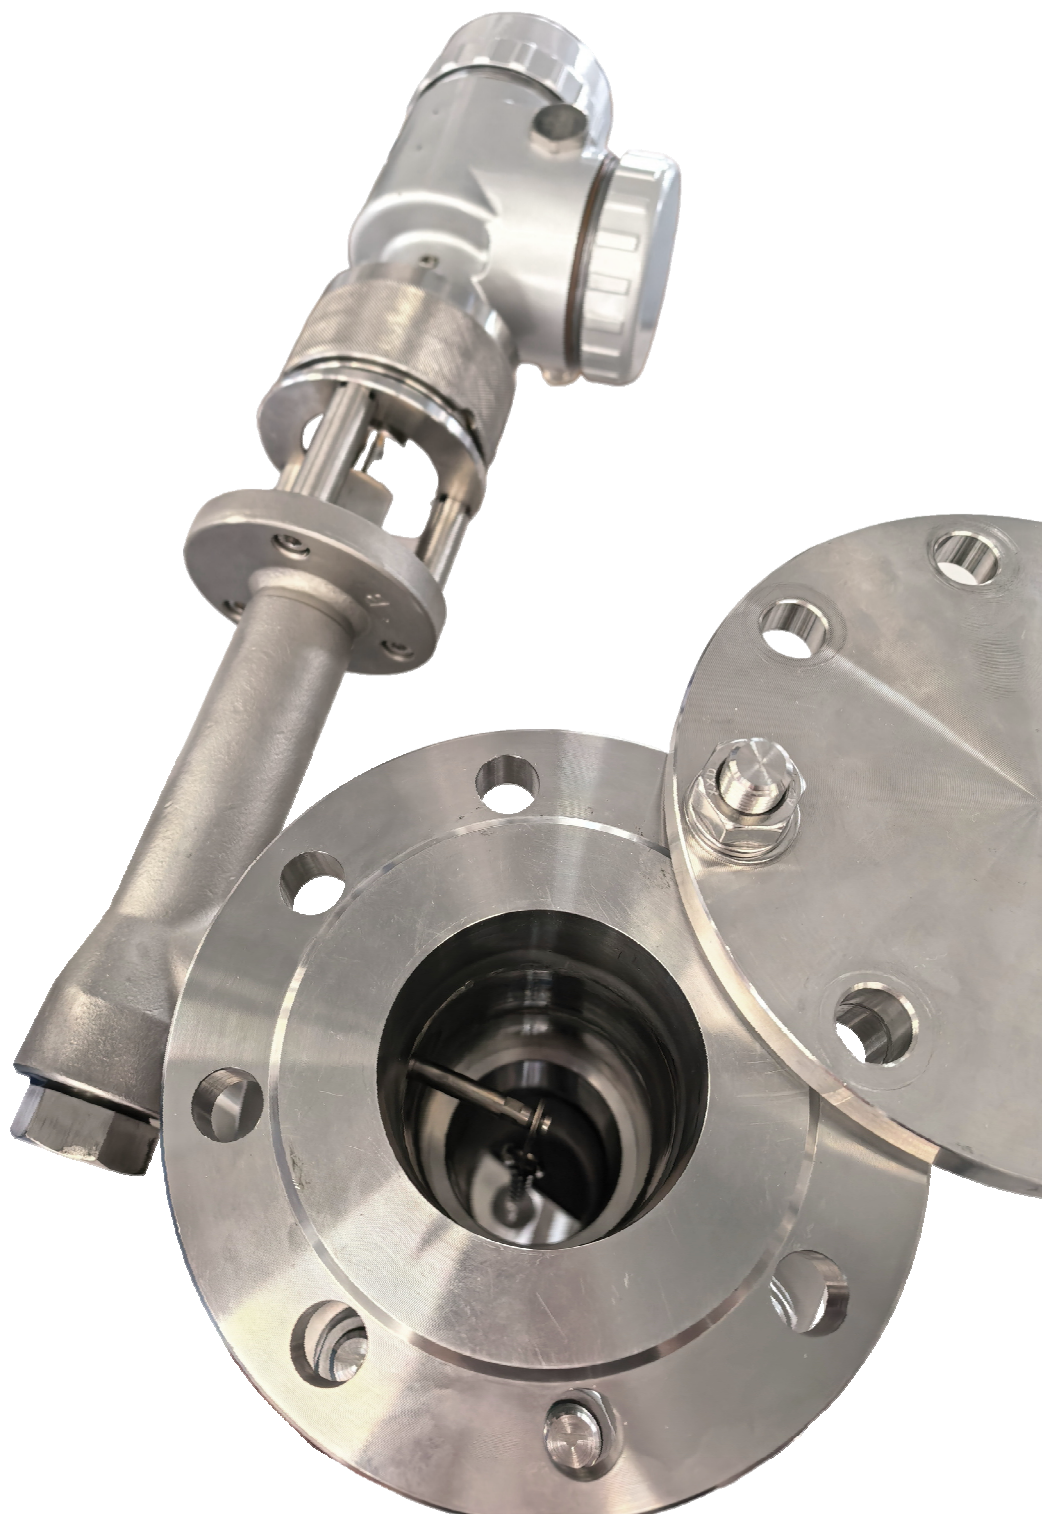

Рисунок 12 – Установка цепи буйка
2.3.6.2.2 Зацепить ушко на цепи вытеснителя за канавку на рычаге подвеса буйка (рисунок 12).